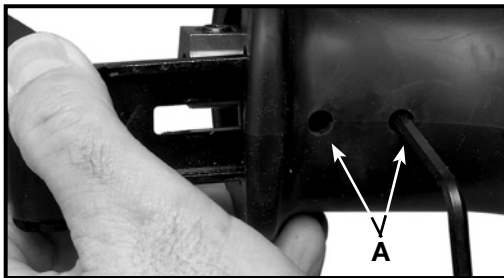

Fig. 12A
1. **Modelo 745** girando zapato de guía es ajustado aflojando los dos tornillos del mal de ojo (con la llave inglesa suministrada) localizado en el fondo del engranaje anterior (A) Fig. 12A albergando. Afloje ambos enroscan para permitir bastante que el girando zapato de guía para mover libremente. Ajuste a la posición deseada y apriete seguramente ambos enroscan.